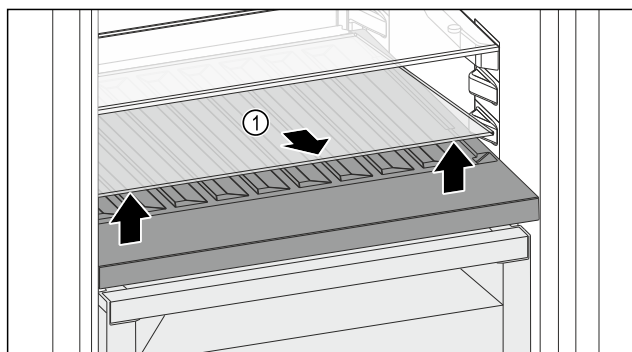

Fig. 147
- ▶ Podnieść płytę szklaną Fig. 147 (1) z przodu przy zagłębieniu i wyciągnąć.
- ▶ Przechować płytę szklaną Fig. 147 (1) w bezpiecznym miejscu poza urządzeniem.
- ▶ Włożyć płytę szklaną (2) pod regulowaną półkę na butelki.